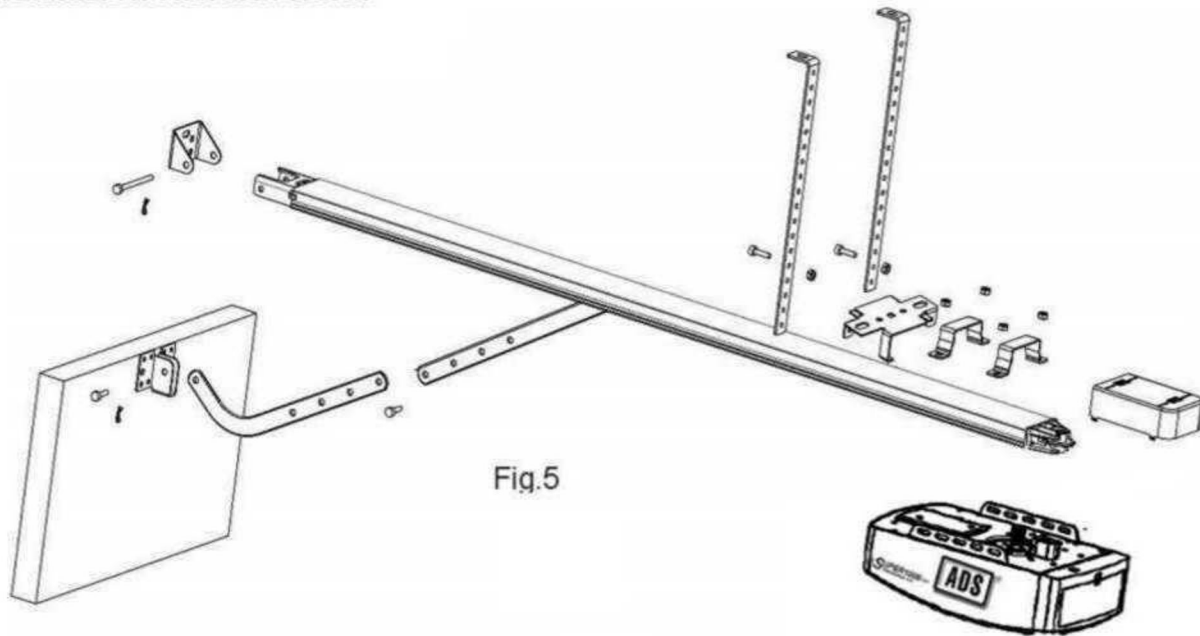
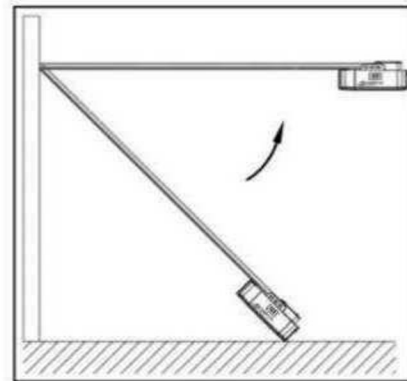

Fig.5
Fig.6
1. Unir el Abrepuertas de Garage al Riel de Acero. Ensamble con las 2 Abrazaderas tipo "U" con las Tuercas Suministradas de 6 mm (Fig.5).
2. Coloque el Abrepuertas de Garage ensamblado con el Riel de Acero centrado sobre el Piso del Garage, con el Abrepuertas de Garage alejado del Portón. Levante la parte de Delantera del Riel hasta el Soporte de la Pared y Fíjelo con el Pasador del Soporte de Pared. (Fig.6).
3. Levante y Apoye el Abrepuertas de Garage con una Escalera, Alinear el Riel con la Línea Central marcada en el Portón, el Riel debe quedar a nivel. Fije el Abrepuertas de Garage y el Riel al Techo mediante los Soportes Tipo "L" (Fig.5) y (Fig.6).